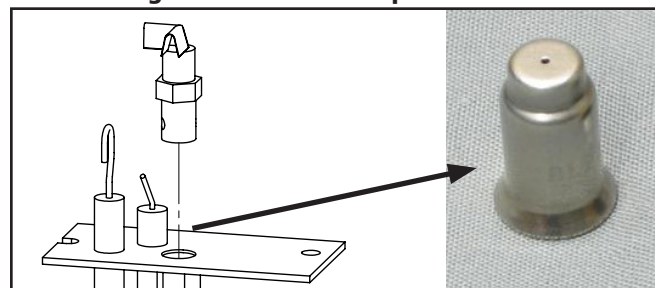

Figure 37 : Orifice pilote (pas à l'échelle)
4. Convertissez l'orifice pilote existant avec celui fourni avec l'appareil (voir la figure 37) à l'aide d'une **clé de 7/16 po**. Dévissez et retirez complètement la tête pilote et remplacez l'insert d'orifice, extrémité de la cloche vers le bas. Réinstallez et serrez le pilote. Si la tête n'atteint pas l'orientation appropriée dans la position ajustée, contactez votre revendeur Enviro.